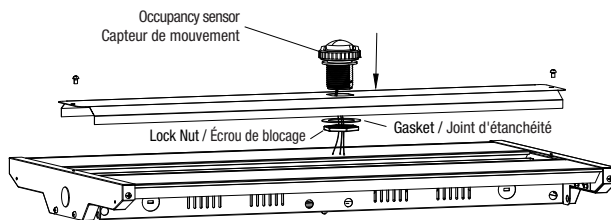

Fig. 3
3. Install the occupancy sensor on the driver cover by using the provided gasket and lock nut (Fig.3).
3. Installer le capteur de mouvements sur le couvercle du contrôleur de DEL en utilisant le joint d'étanchéité et l'écrou de blocage fournis (Fig. 3).